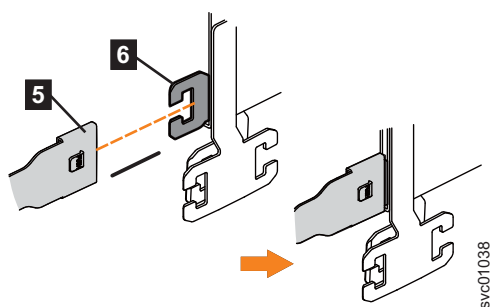

図 66. 右サポート・レールへの上部 CMA のサポート・レール・コネクタの取り付け
4. 図 66 に示すように、上部 CMA アセンブリーのサポート・レール・コネクタ (5) を、右サポート・レールのコネクタ・ベース (6) に取り付けます。